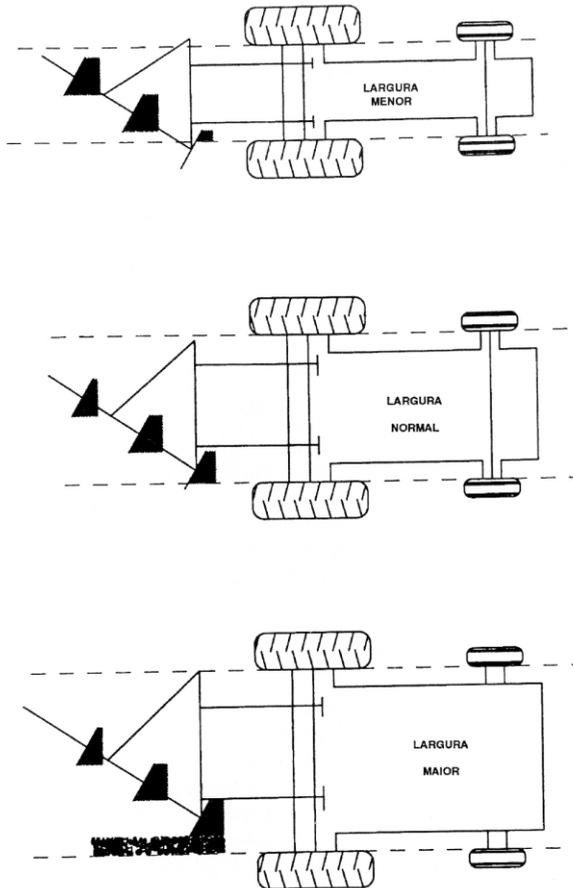

Fig. 2
- 3.1) Cuidados preliminares - Para um bom funcionamento do arado, é necessário que a largura do trator (distância entre as rodas), estejam adequadas para cada tipo de aração e do terreno. Além disso, as rodas traseiras e dianteiras devem estar alinhadas pelo lado interno. (vide fig. 2).